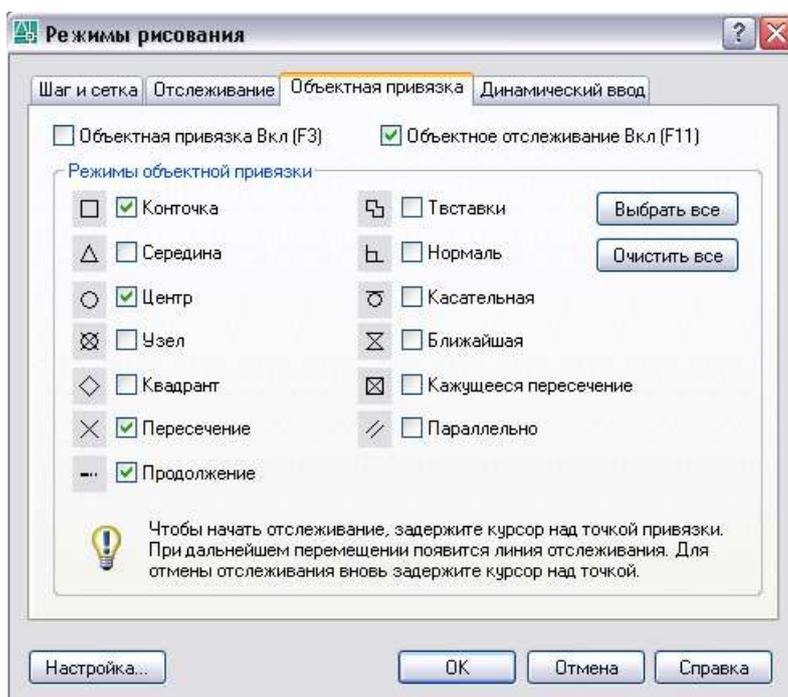

Рис. 12
- *текущие режимы объектной привязки*: заданные режимы объектной привязки действуют постоянно до их отключения. Меню **Сервис** диалогового окна **Режимы Рисования** можно вызвать из контекстного меню в статусной строке (рис. 12).